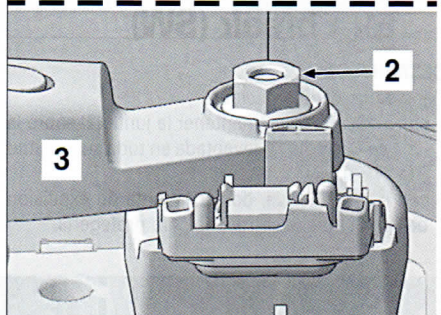

FIG. 87
Desmontar la fijación (7) del apoyo interior (8) (**fig. 87**).